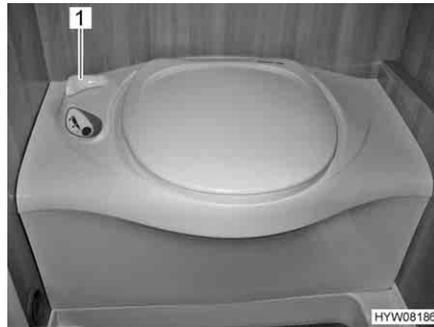

Fig. 222 Sanita Thetford
- Antes da lavagem, abra a corrediça da sanita Thetford. Para isso, gire a alavanca da corrediça (Fig. 222,1) em sentido contrário ao dos ponteiros do relógio.
- Depois da lavagem, feche a corrediça. Para isso, gire a alavanca da corrediça (Fig. 222,1) no sentido dos ponteiros do relógio.